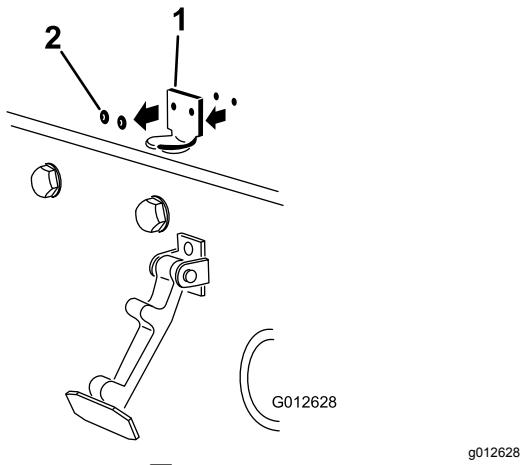

図 5
2. フードラッチブラケットをフードに固定しているリベット2本を外す図5。
注 ロックブラケットをフードに当てて取り付ける図5。